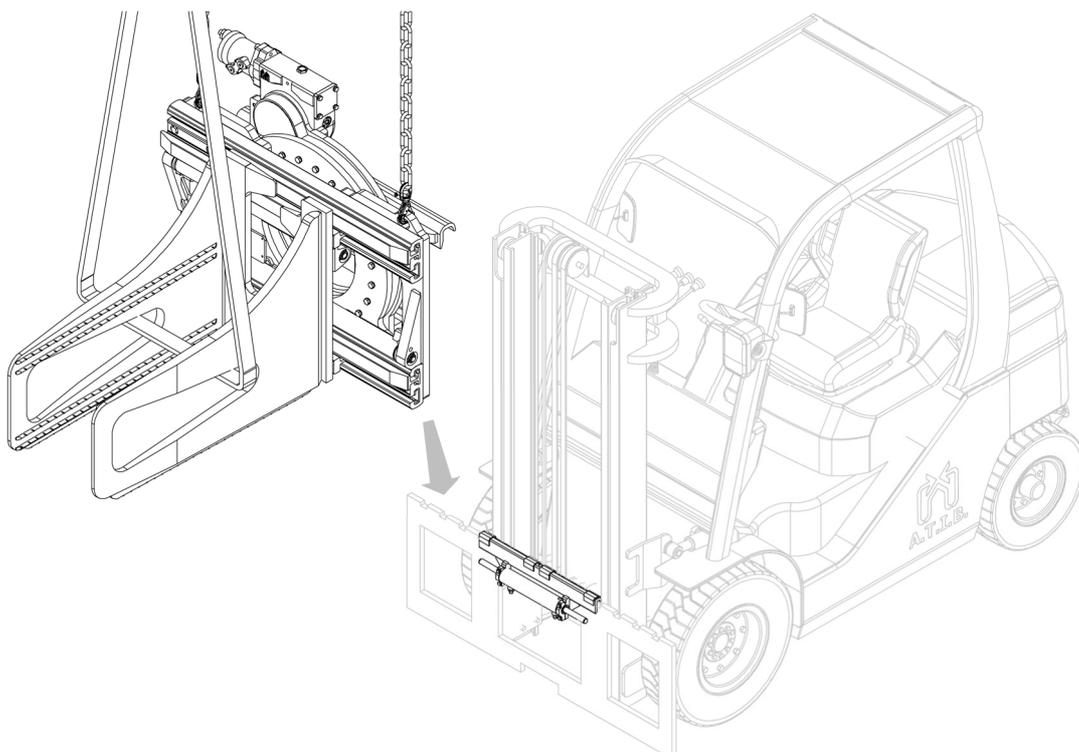

Abbildung 8
7. Positionieren Sie das Gerät mit einem Brückenkran oder Flaschenzug mit ausreichender Tragfähigkeit auf dem Doppelhaken und achten Sie dabei auf die richtige Positionierung (siehe *Abbildung 8*).